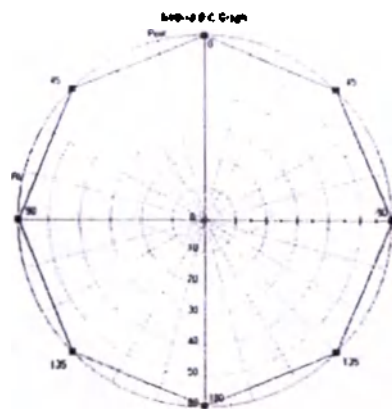

Рисунок 44 - «ResultGraph» («График результатов»). «Method-B, C Graph» («График Метода В, С»)
5. «Method-B, C Graph» («График Метода В, С») (рисунок 44) показывает результаты исследований по Методу В, С тестирования и определяет «Время удержания» («Hold Time») по протоколу. Среднее